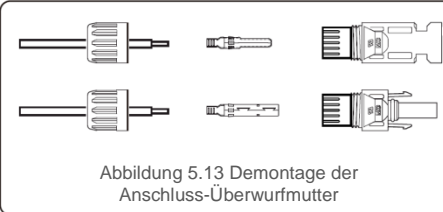

Abbildung 5.13 Demontage der Anschluss-Überwurfmutter
1. Isolieren Sie das Gleichstromkabel ca. 7 mm weit ab und nehmen Sie die Anschluss-Überwurfmutter ab (siehe Abbildung 5.13).